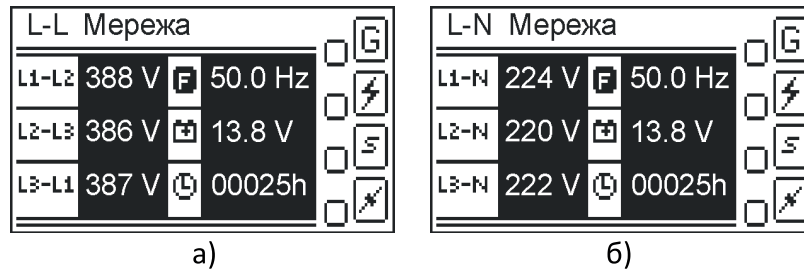

Рис. 5.6 – Стартовий екран головної сторінки індикації після увімкнення контролера:
Після ініціалізації контролера відображається головна сторінка індикації з вимірюваннями параметрів мережі (рис. 5.6). Контролер переходить в основний режим «Авто» (п. 5.7.2.1).
5.6.2 Вигляд головної сторінки індикації залежить від обраної конфігурації контролера (рис. 5.6).